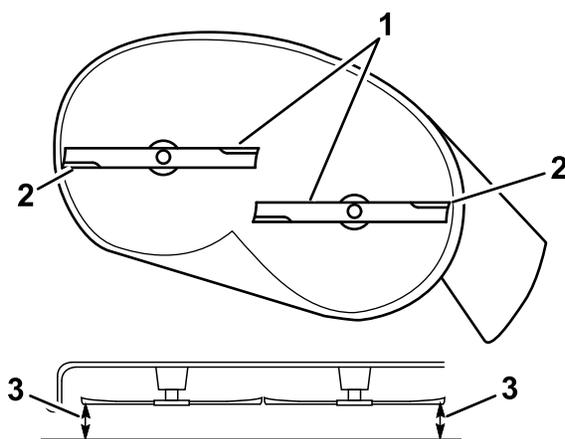
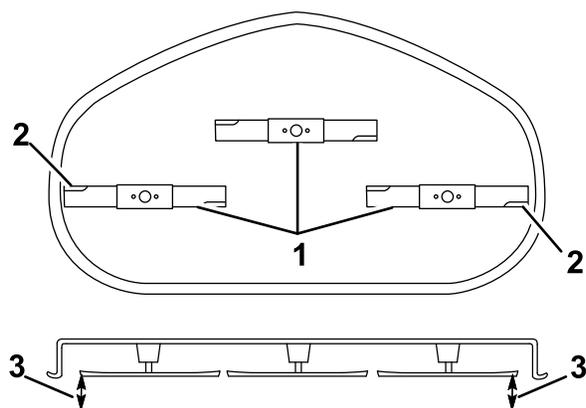

Figura 64
Figura 65
5. Mida entre los filos de corte exteriores y la superficie plana (Figura 64 y Figura 65).